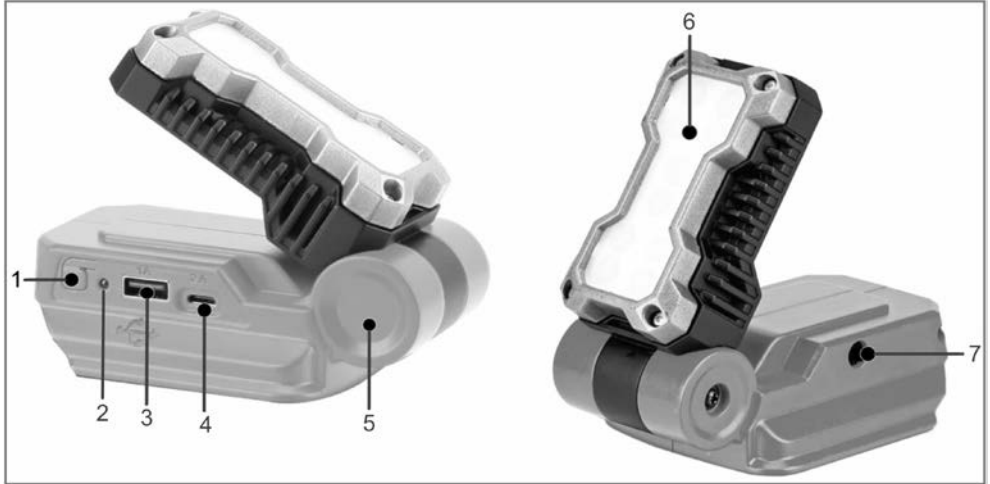

Рисунок 1
2.3.1 Увімкнення, перемикачів режимів та вимкнення виробу здійснюється натисканням кнопки перемикачів режимів (1, рисунок 1):
- перше натискання: увімкнення напруги в роз'ємах USB (3 та 4, рисунок 1);
2.3.2 Рухливий кронштейн (5) дозволяє встановити LED-ліхтар у найбільш зручне з 7-ми фіксованих положень (кут повороту світлодіодної панелі від 0° до 180°).
- Натисніть кнопку перемикання режимів (1, рисунок 1) один раз (дивіться рисунок 4). Почне світитися зелений світлодіодний індикатор (2, рисунок 1), який сигналізує, що електроніка адаптера і роз'єми USB-A 2.0 та USB type-C активовані.
- Під'єднайте відповідний шнур (відповідні шнури) для заряджання електронних пристроїв до роз'євів USB-A 2.0 (3, рисунок 1) та/або USB type-C (4, рисунок 1), дивіться рисунок 5.
- Для вимкнення адаптера натисніть кнопку перемикання режимів (1, рисунок 1) втретє. Адаптер вимкнеться, а світлодіодний індикатор згасне.
• Якщо необхідно зарядити під'єднану до адаптера акумуляторну батарею, вставте штекер зарядного пристрою в гніздо відповідного роз'єму (7, рисунок 1, дивіться рисунок 7). Час заряджання буде залежати від зарядного струму, вказаного на адаптері, та ємності встановленої акумуляторної батареї. При цьому для скорочення часу заряджання LED-ліхтар повинен бути вимкнений, а заряджання електронних пристроїв не повинно виконуватися.